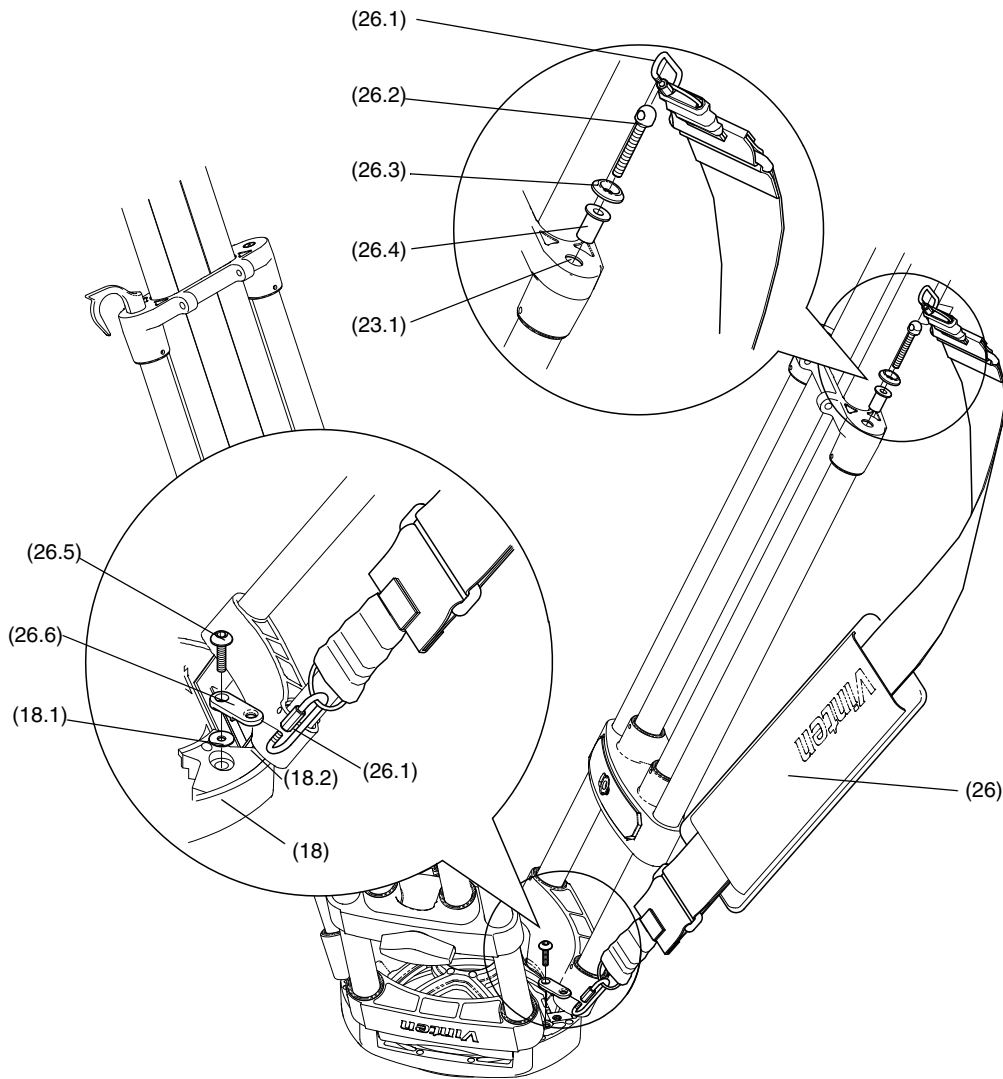

Fig. 6
オプションアクセサリのキャリングストラップ (26) を使用できます。取り付け方は以下のとおりです (Fig. 6)。